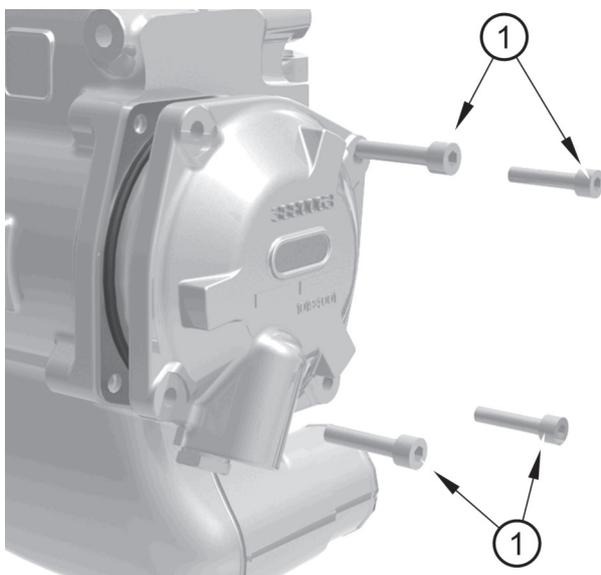

Abbildung 20
7. Lösen Sie die Schrauben (Abbildung 20, Nummer 1) und entfernen Sie die Endkappe.